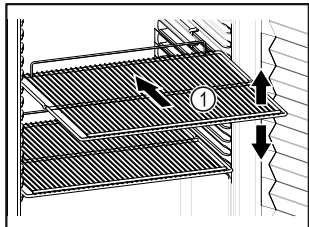

Fig. 56 Primjer izgleda
- Ako su rešetke za polaganje Fig. 56 (1) pomične, prilagodite ih po visini.